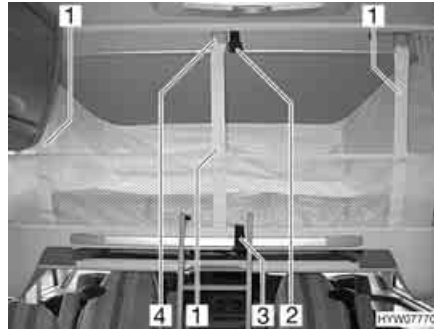

Fig. 92 Letto basculante con rete protettiva montata
- Staccare la cintura di ritegno (Fig. 92,3).
- Staccare le cinture di ritegno (Fig. 92,1) e sistemare la rete protettiva sotto il materasso.
- Assicurare il letto basculante al soffitto (Fig. 92,2) mediante la cintura di ritegno (Fig. 92,3).
- Agganciare la cintura di ritegno (Fig. 92,1) ai ganci (Fig. 92,4) del soffitto.